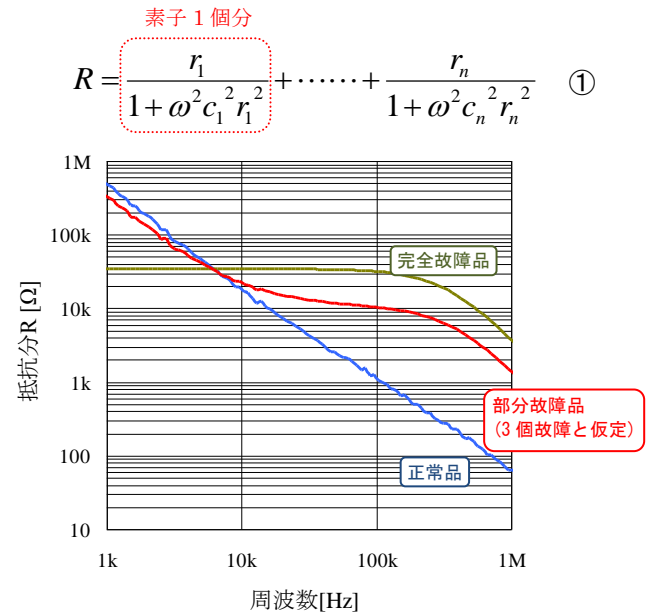

図2 ①式による計算結果
ここで抵抗分(①式)に着目し、①式の周波数(ω)を徐々に変化させて抵抗分を計算すると、正常品は右下がりの直線、完全故障品は一定値の後に右下がりの直線、部分故障品は途中までは正常品と同じですが、その後は完全故障品にちかい傾向を示すことがわかります(図2)。
その結果、正常品、完全故障品、部分故障品のいずれも計算値(図2)と同様の傾向を示すことが確認できました。